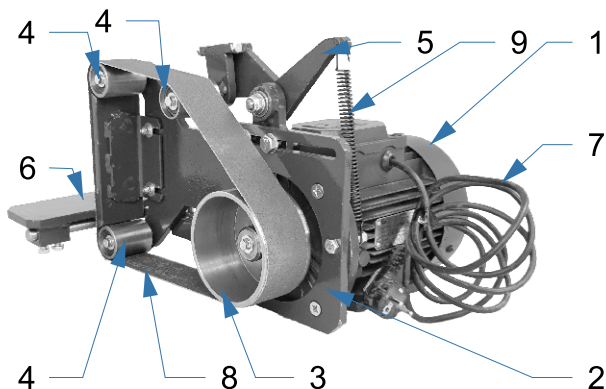
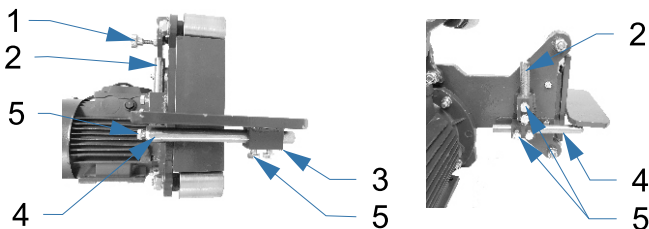

Рисунок 1. Общее устройство ленточного шлифовального станка «Гриндер»:
Рисунок 2. Регулировка рабочей площадки:
2.1 Основные узлы «Гриндера» обозначены на рис. 1.
Электрический двигатель (рис.1, поз.1) однофазный асинхронный с пусковым конденсатором. Мощность двигателя 1100 Вт. Работает от сети переменного тока с напряжением 220В. Частота вращения выходного шкива 2500 об/мин.
Рамка (рис.1, поз.2) служит платформой для крепления всех связующих роликов (рис.1, поз.4), механизма натяжения (рис.1, поз.5) и рабочей площадки (рис.1, поз.6). Крепится к двигателю (рис.1, поз.1) при помощи 4 болтов.†
Ведущий ролик (рис.1, поз.3) идет от ведущего шкива. Диаметр ролика - 110 мм. Материал, из которого выполнен ролик (рис.1, поз.3) - сталь.†
Дополнительные ролики (рис.1, поз.4) - это 3 дополнительных подшипниковых ролика, позволяющие использовать ленту (рис.1, поз.8) длиной 910 мм. Материал дополнительных роликов (рис.1, поз.4) - сталь. Механизм натяжения (рис.1, поз.5) ленты с 4-мя роликами (рис.1, поз.3, 4) очень удобный. По мере использования ленты, она растягивается в результате изнашивания. В связи с этим в нашем станке предусматривается свободный механизм натяжения с помощью пружины (рис.1, поз.9).
Натяжитель (рис. 1, поз.5) или по иному механизм натяжения ленты. Соединен с рамкой (рис.1, поз.2) пружиной (рис.1, поз.9).
Регулировка положения ленты осуществляется регулировочным винтом (рис.2, поз. 1), для центровки положения ленты на роликах.
Рабочая площадка (рис.1, поз.6) - это регулируемая площадка для установки заготовок. Важной особенностью рабочей площадки является:
- регулировка по высоте (рис.2, поз. 2);
- регулировка угла наклона (рис.2, поз. 3);
- регулировка расстояния до ленты (рис.2, поз. 4).
Рабочая площадка оснащена 2-мя направляющими (рис.2, поз. 2, 4) для регулирования высоты площадки и расстояния от шлифовальной ленты. Регулировка каждой оси производится путем ослабления/закрепления 2-х зажимных болтов (рис.2, поз. 5).
Угол наклона рабочей площадки (рис.2, поз.3) также регулируется 2-мя регулировочными болтами (рис.2, поз.5), расположенными под площадкой.
3.1 Перед установкой, извлечь из упаковки и установить рабочую площадку (рис.1, поз.5), предварительно выкрутив два болта (рис.2, поз.5).
3.3 Установить шлифовальную ленту путем отклонения натяжителя (рис.1, поз.5).
3.4 Регулировка положения ленты осуществляется регулировочным винтом (рис.2, поз. 1).
Замена выполняется путем ослабления механизма натяжителя (рис.1, поз.5) и регулировки шлифовальной ленты (рис.2, поз.1).